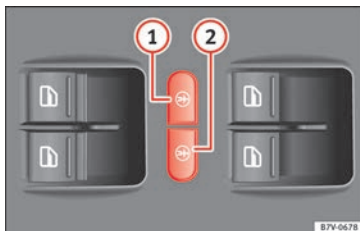

Fig. 135 En la puerta del conductor: teclas del seguro eléctrico para niños.
elevadores eléctricos de las mismas desde el interior, para que los niños no abran una puerta por error durante la conducción. Con la tecla izquierda » » » fig. 135 ① o derecha ② se activa el seguro para niños en el lado trasero izquierdo o derecho, respectivamente.
Activar:	Pulse la tecla » » » fig. 135 ① o ②.